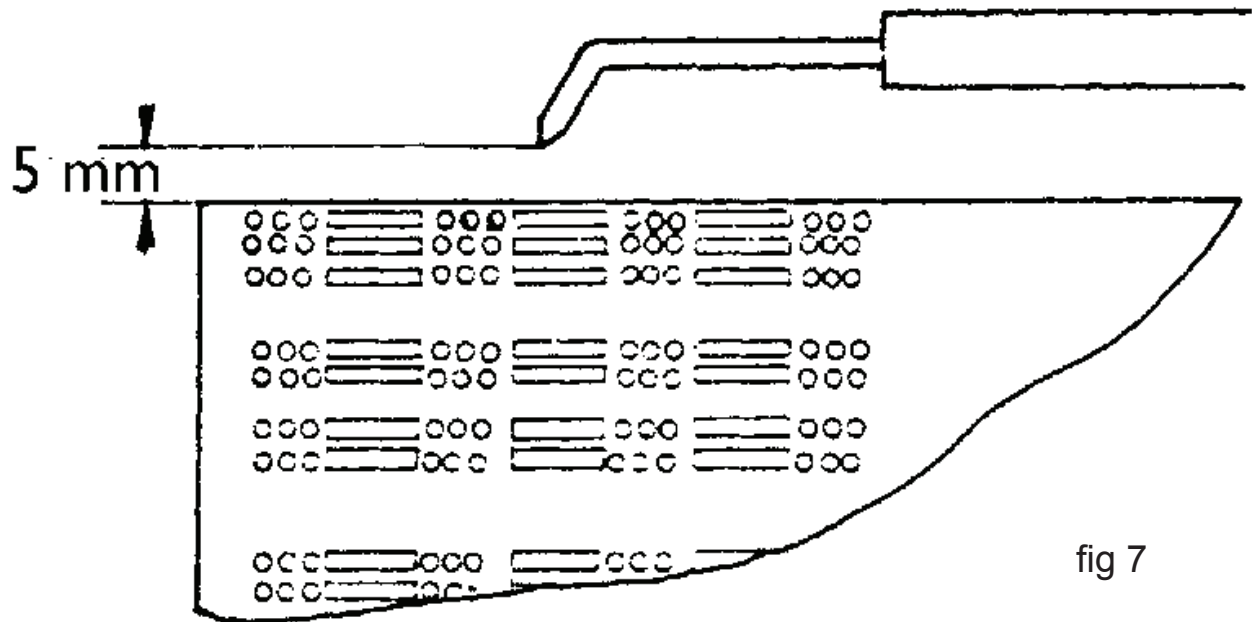

fig 7
- Vérifiez la position de l'électrode d'allumage (Fig. 7).
- Check the ignition electrode position (Fig.7).
- Überprüfen Sie die Position der Zündelektrode (Abb.7).